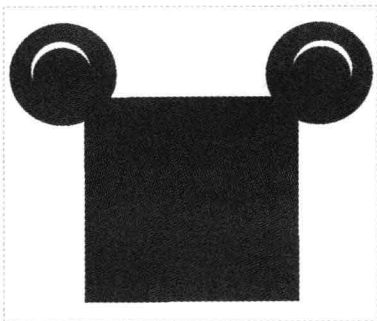

图 10-73 图形文件
Step 01 按【Ctrl+O】组合键,打开图形文件,如图 10-73 所示。